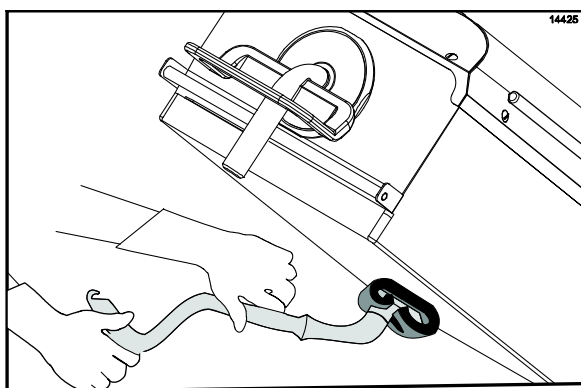

Figure 57
25. Frotter les surfaces des plaques en commençant par la plaque de droite et en finissant par la plaque de gauche (Cf. Figure 57).